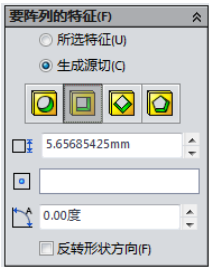
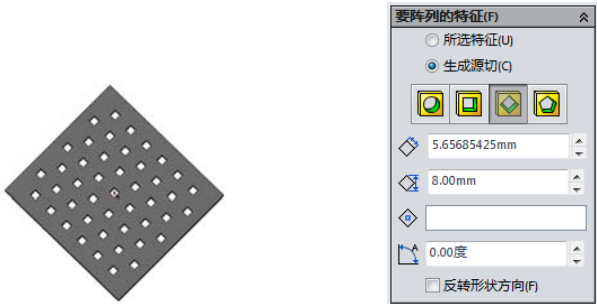

图 5-165 方形源切的参数
图 5-166 方形源切效果
-  方形：生成方形切割作为源特征，其参数如图 5-165 所示，方形切割效果如图 5-166 所示。